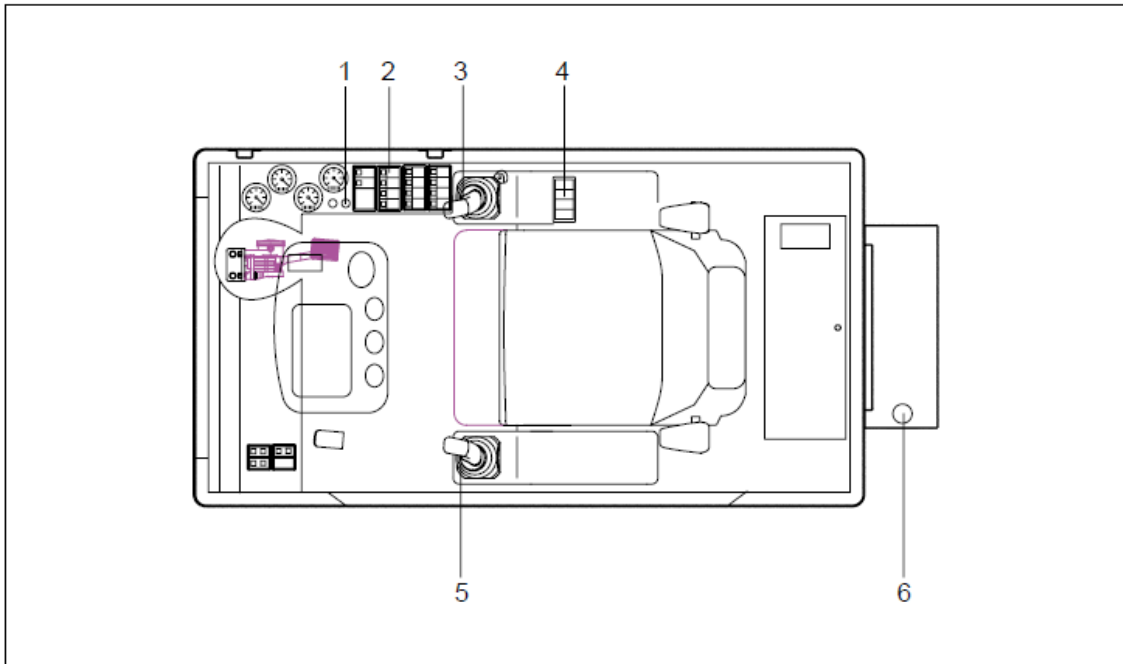

Fig.4-4.5 Equipamentos dentro da cabine
1) Restaure os interruptores no painel de controle. Coloque as alavancas na posição do meio, consulte Fig.4-4.5;